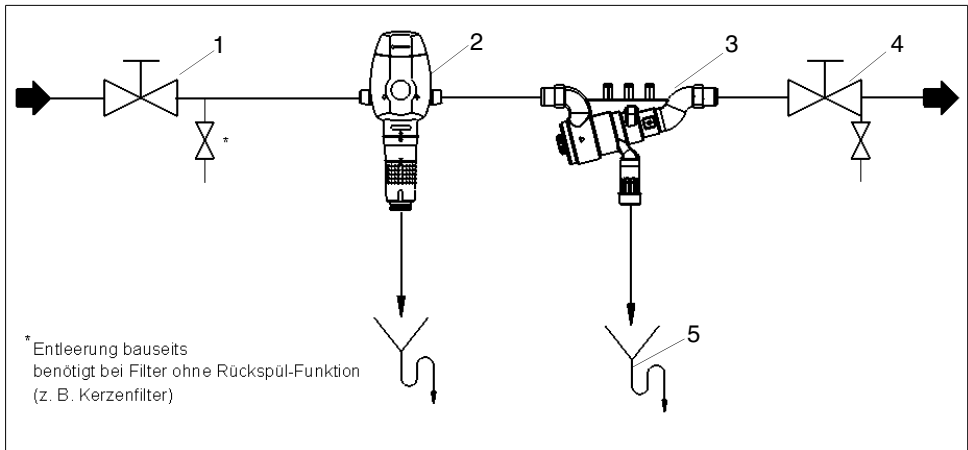

Abb. 2: Installation der kompletten Sicherheitseinrichtung nach DIN EN 1717
vor und nach dem Rohrtrenner / Systemtrenner Typ BA eine Absperrarmatur eingebaut werden (siehe Abb. 2).
- Nach der eingangsseitigen Absperrarmatur muss bauseitig ein Entleerungsventil installiert werden, sofern ein Trinkwasserfilter ohne Rückspül-Funktion installiert ist (siehe Abb. 2).